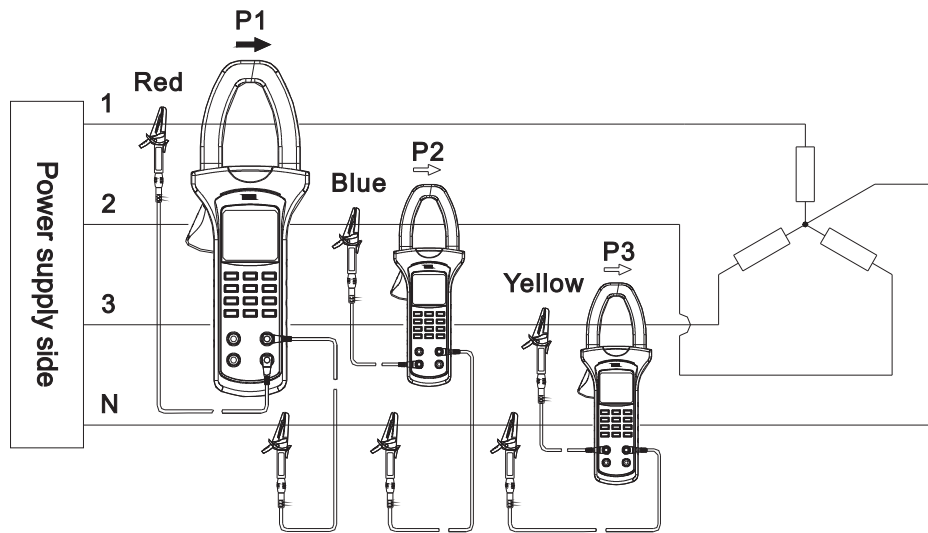
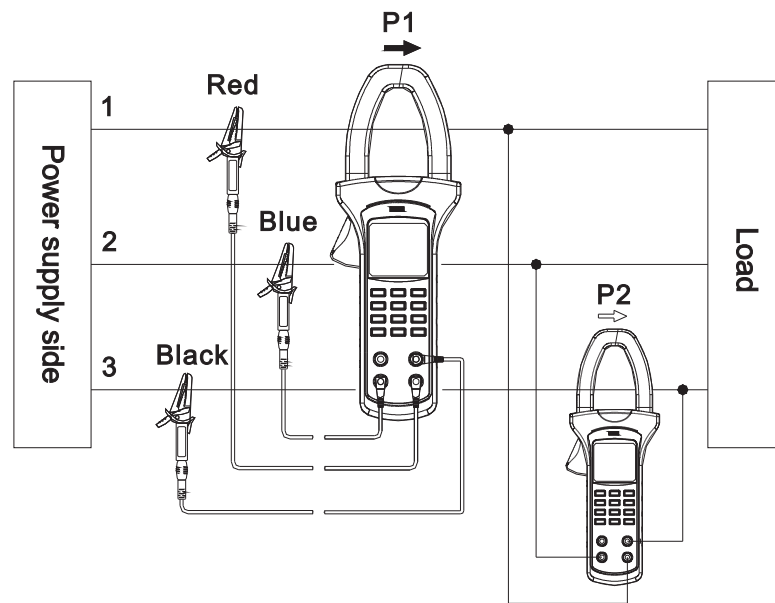
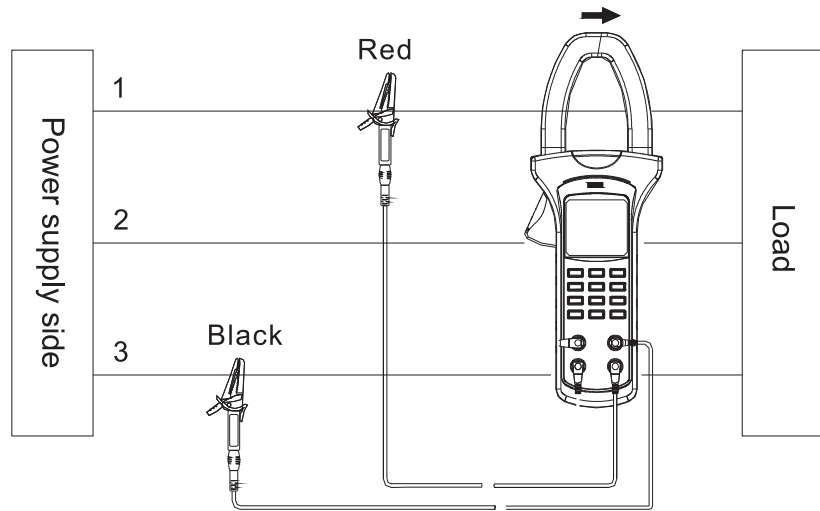

图4 三相四线制功率测量 $P=P1+P2+P3$
图5 三相三线制功率测量 $P=P_1+P_2$
图6 单相两线制功率测量
- 3) 三相四线制，三相三线制或单相两线制接法参照如A108说明书图4、图5和图6所示。
- 3) 三相四线制, 三相三线制或单相两线制接法参照如A108说明书图 4、图5和图6所示。
- 3) 三相四线制，三相三线制或单相两线制接法参照如A108说明书图5、图6和图7所示。
- 3) 三相四线制负载测量时(如图4)分别将“V1”端/红色测试笔，“V2”端/蓝色测试笔，“V3”端/黄色测试笔接在三相负载的每一相火线，“COM”端/黑色测试笔接在三相负载的零线上。
三相三线制负载测量时（如图5）分别将“V1”端/红色测试笔、“V2”端/蓝色测试笔、“COM”端/黑色测试笔分别接在三相负载的每一相火线上，”V3“端/黄色不参加测量。
单相两线测量时（如图6）选择三个相位所对应的V1, V2, V3 端之一和COM端两根测试笔分别接到被测线路的火线和零线上
- 1) 按MENU键选择“无功功率 (kVar)+电压 (V)+电流 (A)”